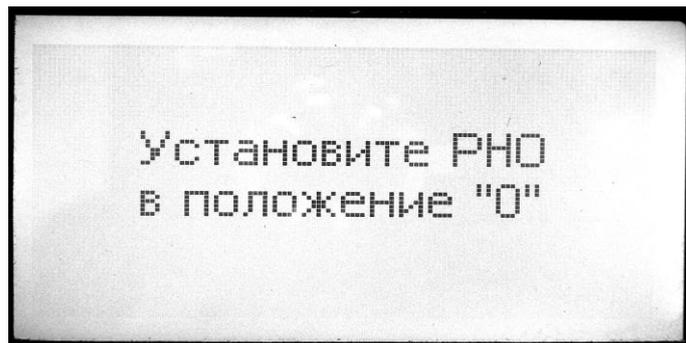

Рис.8.2
8.2.6. Нажать кнопку «ПУСК» на лицевой панели БУ. На экране появится изображение главного меню и загорится красный сигнальный светильник над входом на испытательное поле. Нажимая кнопки «▲» или «▼» блока управления выделить строку основного меню «ИСПЫТАНИЕ ~ 50 кВ» и нажать кнопку «ВЫПОЛНИТЬ» блока управления (включится сирена на 1-2с.) В том случае, когда регулятор напряжения не стоит в «нулевом» положении на экране появляется надпись «Установите РНО в положение «0» (см. рис.8.2). Далее оператору будет предложено выбрать максимальный ток нагрузки (см. рис.8.3). Нажимая кнопки «▲» или «▼» блока управления устанавливаем необходимую величину тока нагрузки. Установив требуемое значение тока - нажать на кнопку «ВЫПОЛНИТЬ». При этом блок управления переходит в режим испытания объектов переменным напряжением до 50 кВ. На рис. 8.4 показан вид экрана при включении указанного режима.